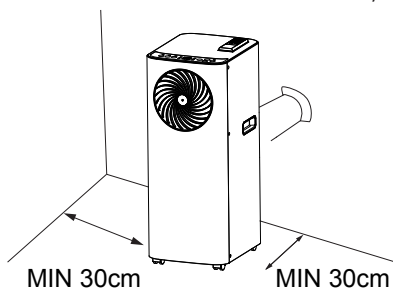

Fig. 5
Se necessário, o seu aparelho também pode ser instalado de forma semipermanente (Fig. 5) Proceda da seguinte forma:
- Insira outra extremidade do conjunto da mangueira no acessório anteriormente montado na parede, conforme ilustrado na (Fig. 5)